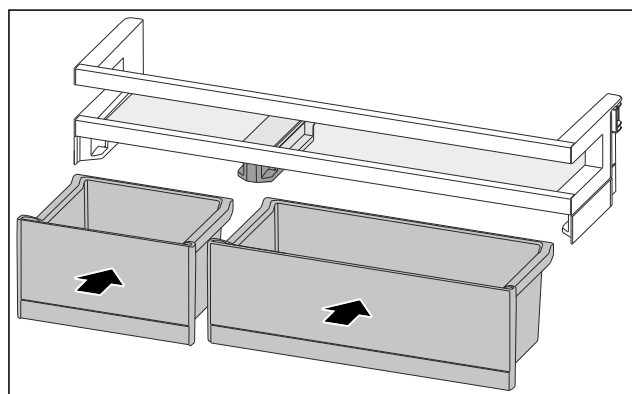

Fig. 190
- Umetnite kutije VarioBox izmijenjenim redoslijedom. (pogledajte Fig. 190)